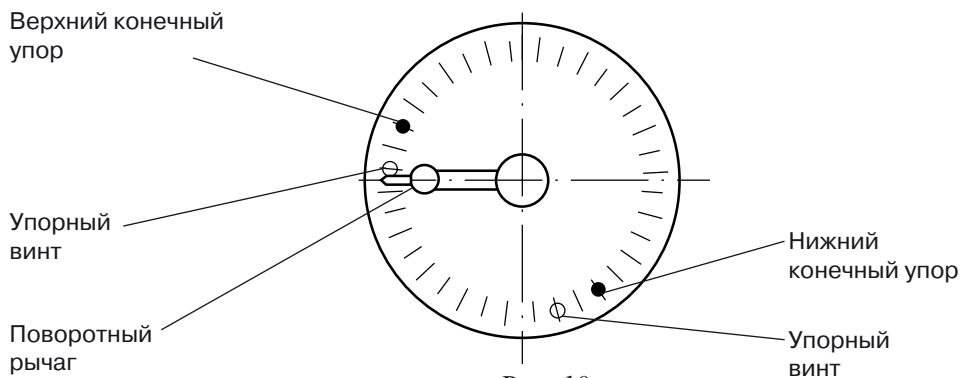

Рис. 10.
- Отметьте первое отверстие выше поворотного рычага (Рис. 10).